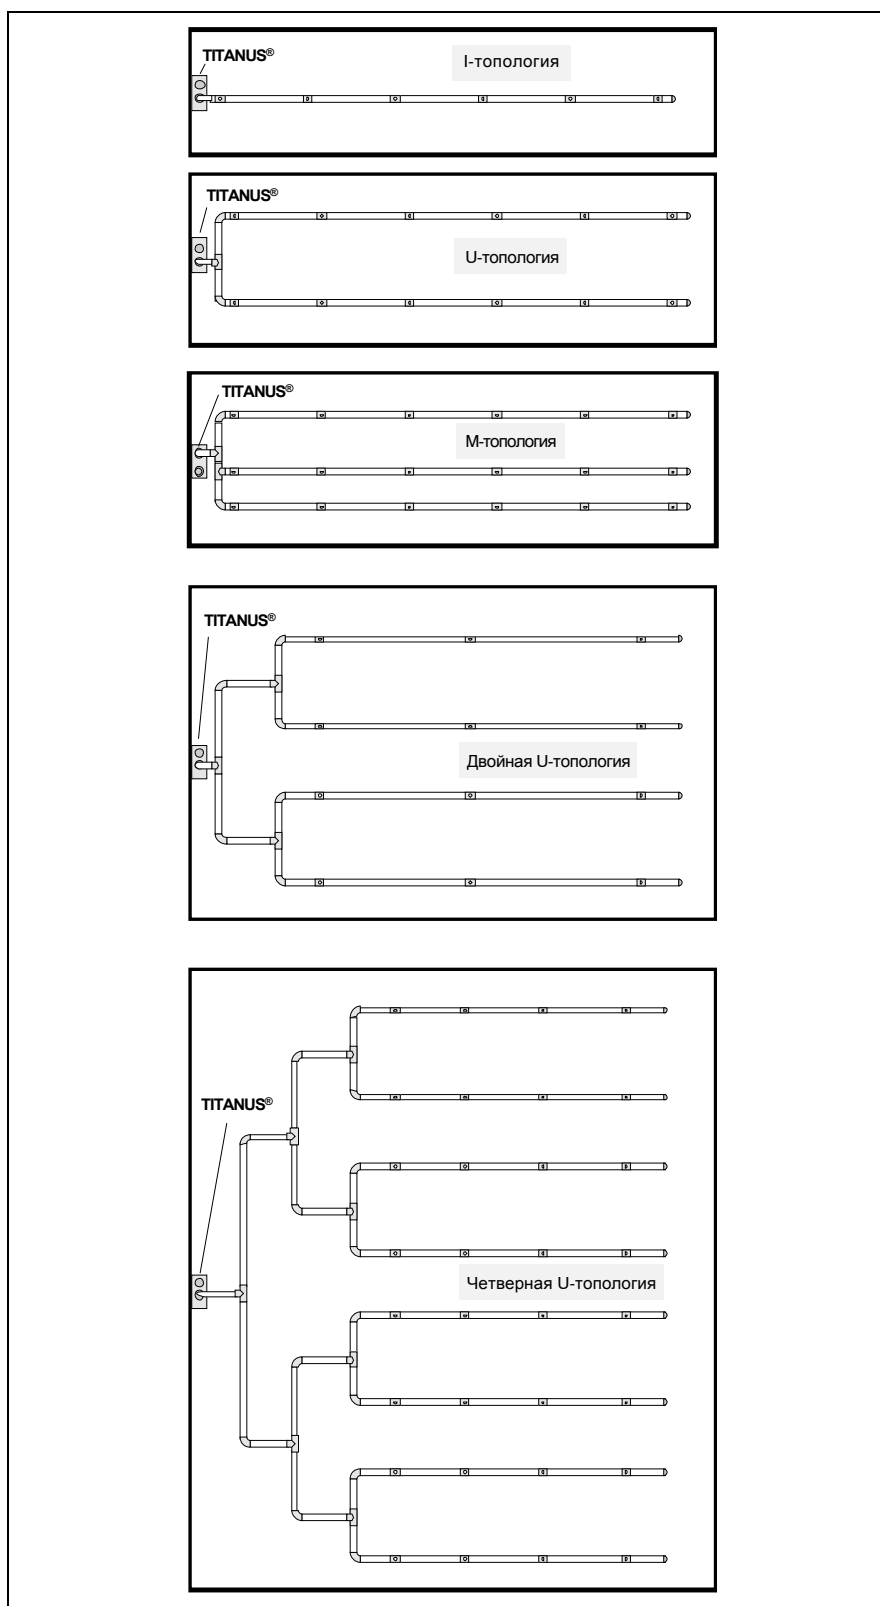

Рис. 4.2: Конфигурации труб
- Конфигурация системы труб** В зависимости от геометрии помещения используются 5 конфигураций системы труб (см. рисунок 4.2):